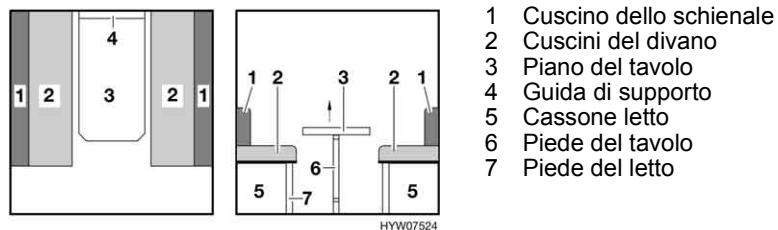

Fig. 44 Prima della trasformazione
- Sollevare leggermente il piano del tavolo in avanti (Fig. 44,3).
- Sbloccare il piede del tavolo (Fig. 44,6) dall'elemento di fissaggio e ribartarlo sul lato inferiore del tavolo.
- Alzare il piano del tavolo di circa 45°, sollevarlo dalla guida di supporto (Fig. 44,4) e metterlo da parte o spingerlo nel supporto. Il tavolo non è necessario per la trasformazione dei letti.